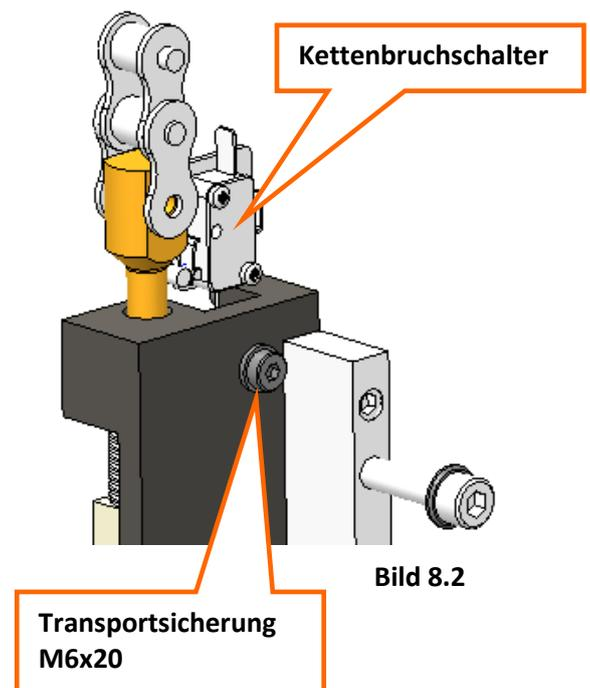

Bild 8.2
3. Schrauben Sie je eine Schraube (Transportsicherung M6x20) in die Fangvorrichtung (Bild 8.2)